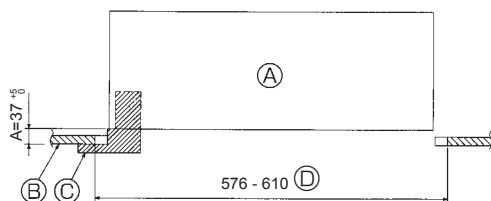

Fig. 10-2
②	Schraube mit unverlierbarer Unterlegscheibe	4	M5 x 0,8 x 25 (mm)
③	Lehre	1
④	Verbindungskabel für Signalempfänger	1	Bei Ausrüstung mit Signalempfänger im Lieferumfang enthalten.
⑤	Verbindungskabel für den i-See-Sensor	1	Bei Ausrüstung mit i-See-Sensor im Lieferumfang enthalten.
⑥	Kabelbinder	2	Bei Ausrüstung mit Signalempfänger im Lieferumfang enthalten.
⑦	Kabelbinder	2	Bei Ausrüstung mit i-See-Sensor im Lieferumfang enthalten.
⑧	Kabellose Fernbedienung	1	Im Lieferumfang enthalten, wenn die drahtlose Fernbedienung vorhanden ist.
⑨	Fernbedienungshalter	1	Im Lieferumfang enthalten, wenn die drahtlose Fernbedienung vorhanden ist.
⑩	LR6-AA-Batterien	2	Im Lieferumfang enthalten, wenn die drahtlose Fernbedienung vorhanden ist.
⑪	3,5 x 16 Gewindeschneidschrauben	2	Im Lieferumfang enthalten, wenn die drahtlose Fernbedienung vorhanden ist.
10.2. Vorbereitung zum Anbringen des Gitters (Fig. 10-2)